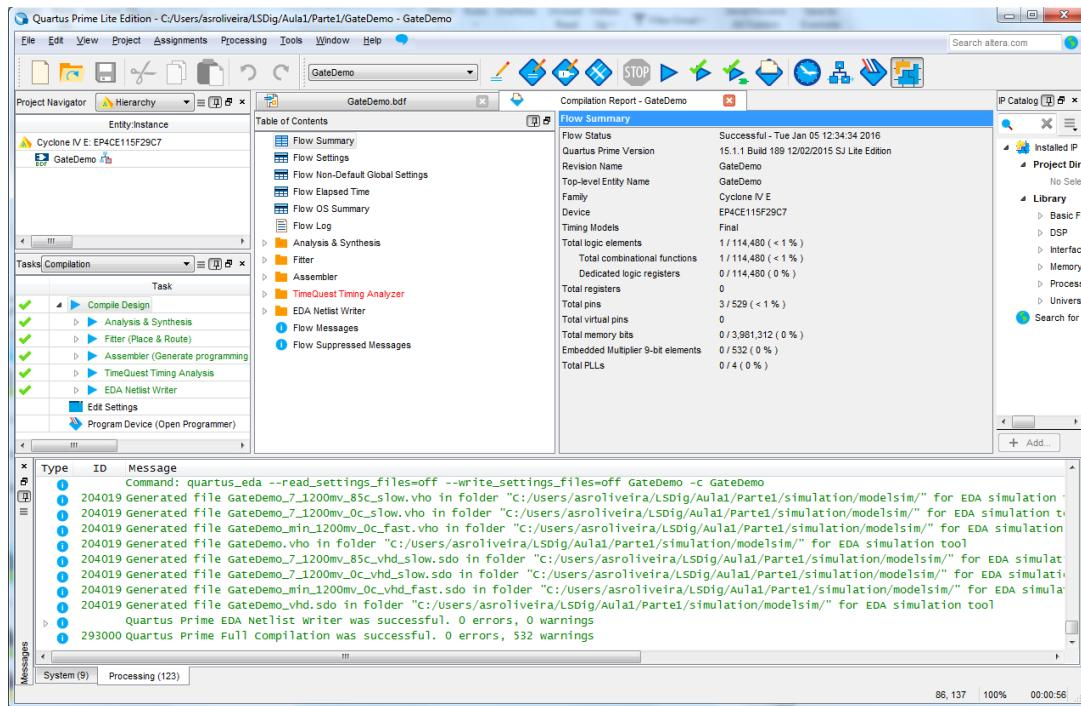

Figura 24 – “Quartus Prime” IDE após compilação (implementação) completa do projeto.
16. Efetue a síntese e implementação do projeto através do comando “*Compile Design*”. No final da compilação o IDE deve apresentar o aspetto da Figura 24.